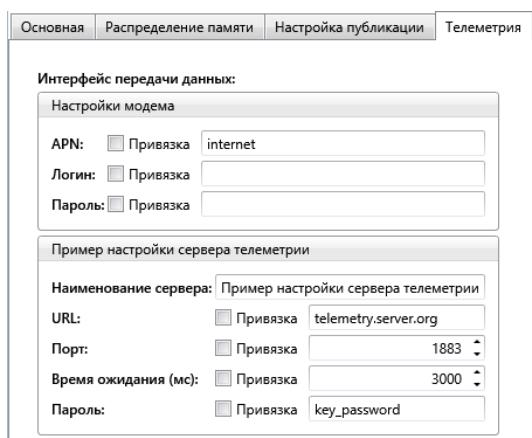

Рисунок 11. Простая настройка телеметрии
Шаг 1. Установите (**Рис. 11**) параметры мобильной сети и настройки соединения с сервером телеметрии.
- ✓ Режим телеметрии настроен (Рис. 11)